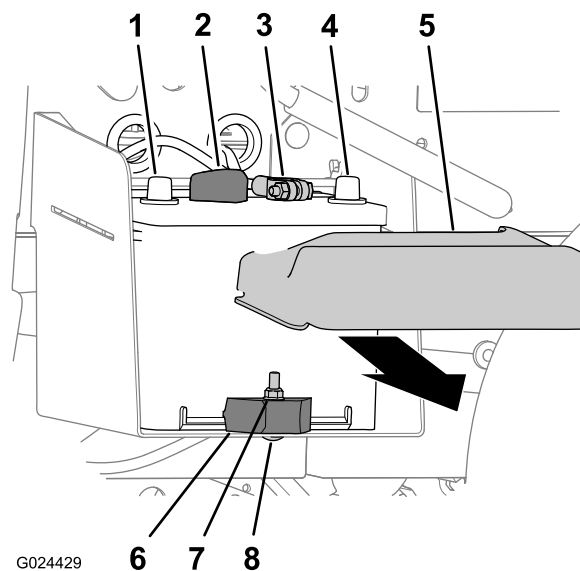

Figura 33
1. Schiacciate i lati del coperchio della batteria e rimuovete il coperchio dalla parte superiore della batteria stessa (Figura 33).
2. Scollegate il cavo negativo della batteria dal relativo morsetto (Figura 33).
3. Scollegate il cavo positivo della batteria dal relativo morsetto (Figura 33).
2. Eliminate dado di bloccaggio, bullone a testa tonda e morsetto della batteria che fissa la batteria al relativo vassoio (Figura 33).
3. Togliete la batteria dal relativo vassoio (Figura 33).
1. Montate la batteria sul relativo vassoio della macchina (Figura 33).
Nota: Accertate che i poli positivi e negativi della batteria siano allineati come mostrato in Figura 33.
2. Fissate la batteria al relativo vassoio con morsetto, bullone a testa tonda e dado di bloccaggio (Figura 33).
1. Collegate il cavo positivo della batteria al relativo morsetto (Figura 33).
2. Collegate il cavo negativo della batteria al relativo morsetto (Figura 33).
3. Montate il coperchio della batteria sulla parte superiore della batteria stessa (Figura 33).